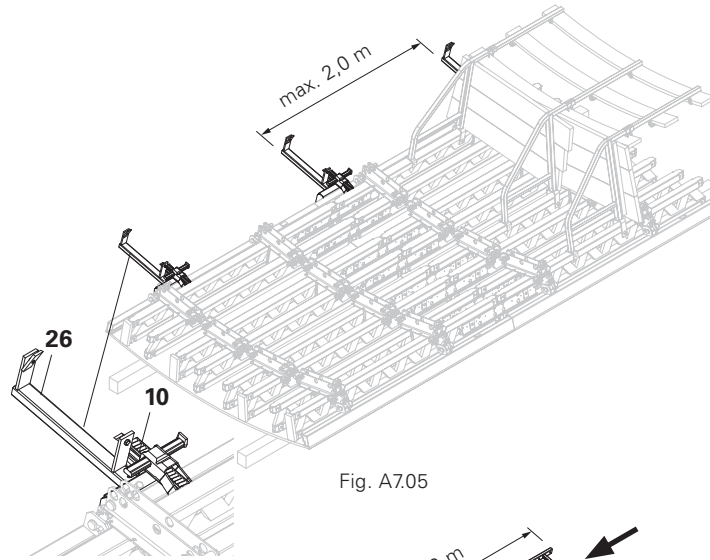
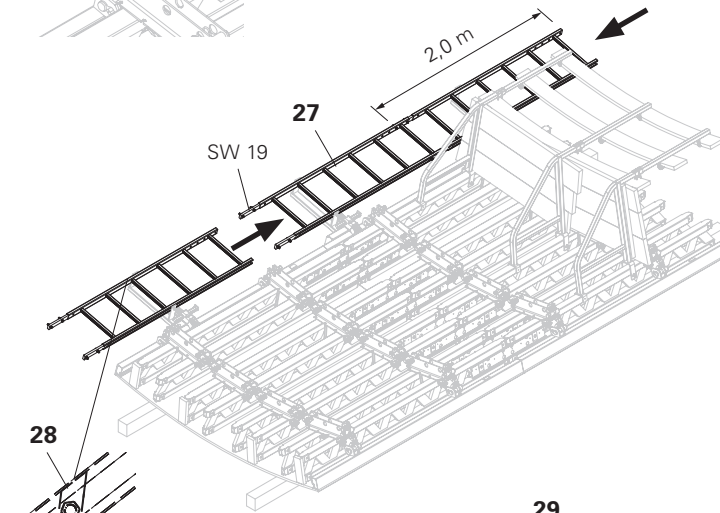

Fig. A7.05
Fig. A7.06
1. Fijar el primer soporte de escalera (26) con cerrojo BFD (10) al extremo superior del perfil de borde. Fijar los demás soportes de escalera cada 2,0 m como máximo en sentido descendente. (Fig. A7.05)
2. Atornillar dos escalerillas 180/6 (27). Deslizarlas desde arriba en el primer soporte de escalera y fijarlas con placas de apriete (28). Vuelo sobre la plataforma más alta 2,0 m.
4. Una vez que el último tramo de escalera vuela sobre el canto inferior del módulo, se atornillan allí ganchos de sujeción y la base de escalera. Colgar este tramo de escalera como compensación en la escalera superior. (Fig. A7.06)